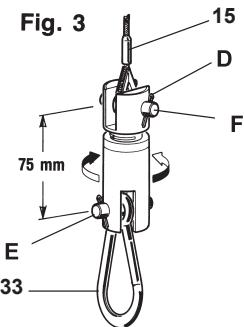

Fig. 3
ALTERNATIV "RI", roterande upphängning isolerad (fig.3)
Gör det möjligt att elektriskt isolera lasten som är upphängd på balansblocket, till exempel vid upphängning av svetsaggregat och/eller att fritt rotera det upphängda verktyget utan att vrida vajern (15) (Fig.3).